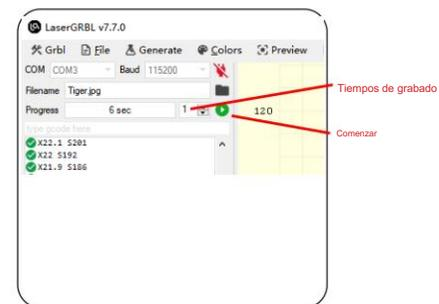

Figura 18 Iniciar el grabado/corte
- Después de completar todas las configuraciones anteriores, haga clic en el botón verde como se muestra en la Figura 18 para comenzar.